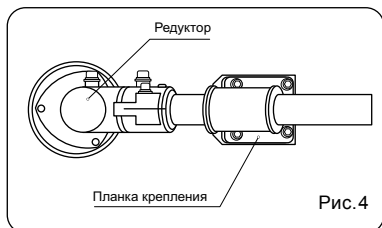

Рис. 4
- Совместите отверстия в защитном кожухе с отверстиями в планке крепления (Рис. 4).